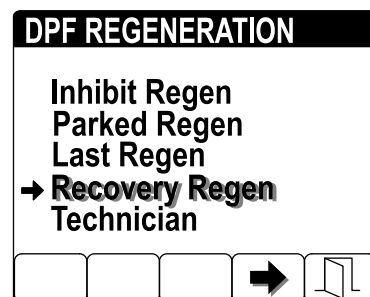

Рисунок 62
1. Перейдите к меню DPF Regeneration (Регенерация DPF) и нажмите кнопку 1 или 2 для прокрутки вниз к опции PARKED REGEN (СТАЦИОНАРНАЯ РЕГЕНЕРАЦИЯ) или к опции RECOVERY REGEN (ВОССТАНОВИТЕЛЬНАЯ РЕГЕНЕРАЦИЯ) (Рисунок 62).